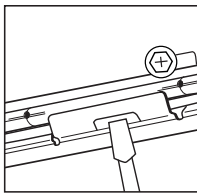

Figure 12
Étape 2. Glissez le cadre le long des barres de suspension jusqu'à l'endroit désiré. Utilisez des vis de blocage ou la fente pour fixer (Fig. 12).